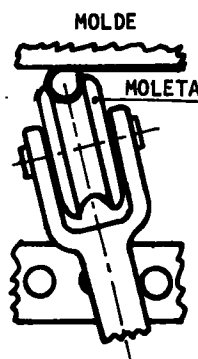

Fig. 7
- c Cierre el reborde con la moleta (fig. 7).